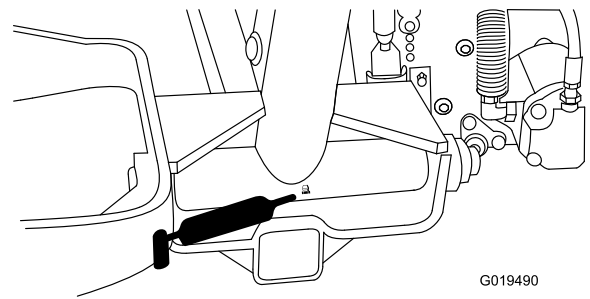

Рисунок 40
- Ось поворота подъемного рычага (3 шт.) (Рисунок 40)